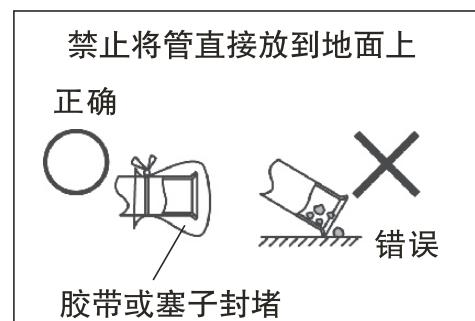

图 19
- 在管端部设封帽或用乙烯带扎紧，不要直接放在地上。(图 19)
(3) 室内外机连接管安装注意